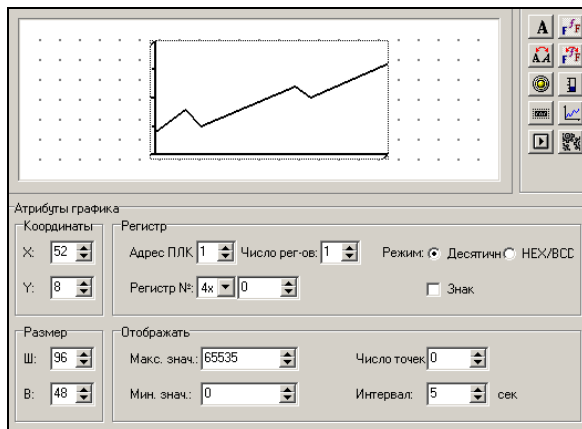

Рис. 4.16. График
1. Нажать кнопку . Откроется область задания параметров графика (см. рис. 4.16).